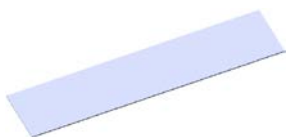
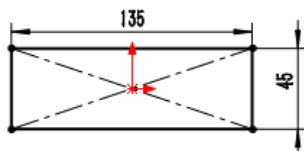

图 11.3.8 基体—法兰 1
图 11.3.9 横断面草图
Step2. 创建图 11.3.8 所示的钣金基础特征——基体—法兰 1。
(1) 选择命令。选择下拉菜单 **插入(I)** → **钣金(B)** → **基体法兰(A)...** 命令(或单击“钣金”工具栏上的“基体法兰/薄片”按钮)。
(2) 定义特征的横断面草图。
① 定义草图基准面。选取前视基准面作为草图基准面。
② 定义横断面草图。在草图环境中绘制图 11.3.9 所示的横断面草图。
③ 选择下拉菜单 **插入(I)** → **退出草图** 命令，退出草图环境，此时系统弹出“基体法兰/薄片”对话框。
(3) 定义钣金参数属性。在 **钣金参数(S)** 区域的文本框 中输入厚度值 0.5。
(4) 单击 按钮，完成基体—法兰 1 的创作。